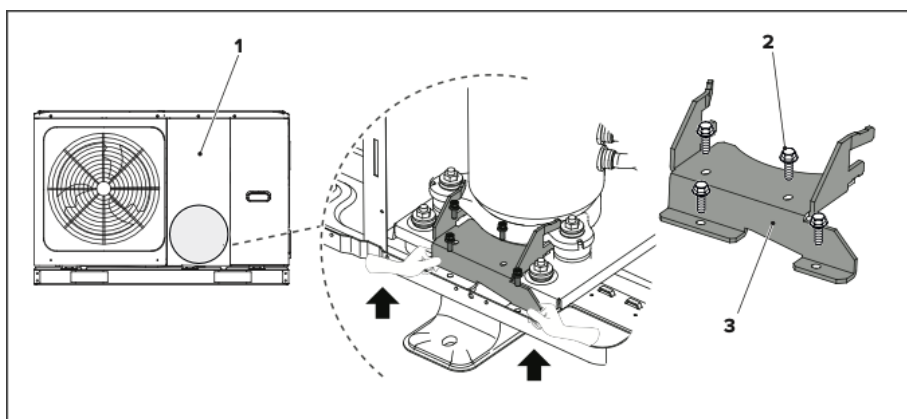

Figura 3 - rimozione staffa di supporto
Per i modelli 12 M/T e 16 M/T è necessario rimuovere la staffa (3), utilizzata in fase di trasporto per evitare sollecitazioni al compressore come mostrato in Figura 3.
- Rimuovere il pannello frontale (1).
- Rimuovere le viti (2).
- Sfilare la staffa in plastica (3).